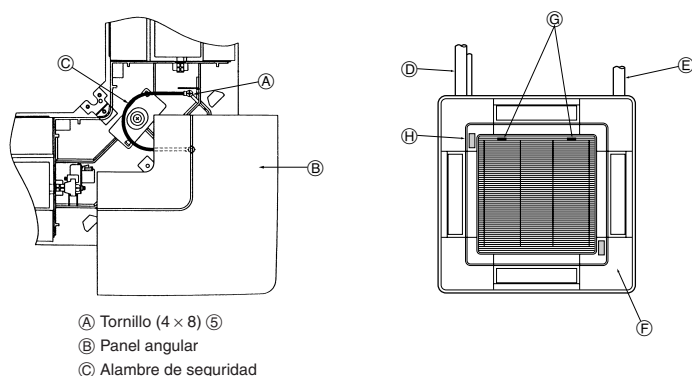

Fig. 9-11
9.8. Instalación de la rejilla de admisión (Fig. 9-11)